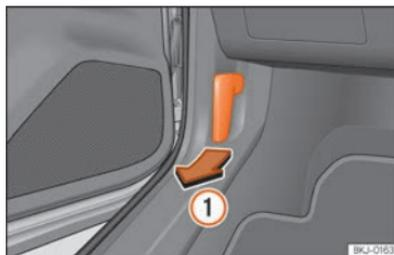

Fig. 178 Palanca de desbloqueo en el espacio reposapiés del conductor.
- Abra la puerta y tire de la palanca que hay debajo del tablero de instrumentos »» **fig. 178** .